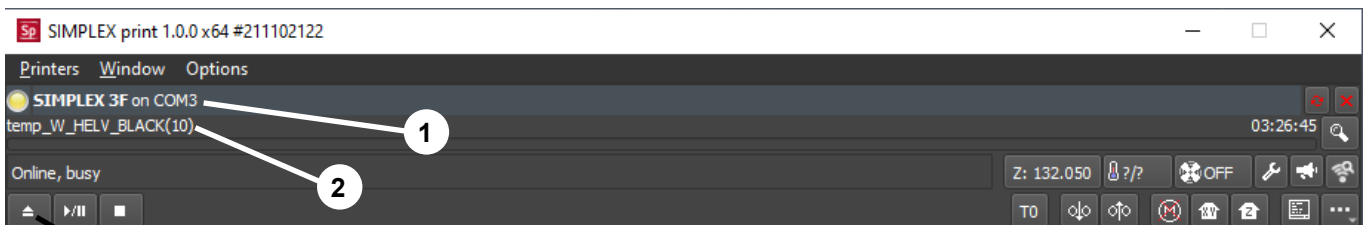

Abb. 67
- ◆ Der SIMPLEX wird in der der Statuszeile angezeigt (1, Abb. 67).
- ⇒ G-Code durch Klick auf die Lade-Taste (3, Abb. 67) auswählen und laden.
- ◆ der entsprechende Dateiname wird in der der Statuszeile angezeigt (2, Abb. 67).